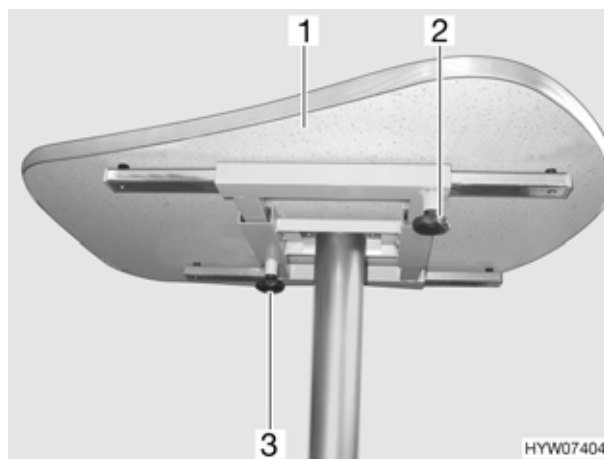

Fig. 70 Tavolo fisso con piede del tavolo ancorato
- Svitare la vite a testa cilindrica zigrinata (Fig. 70,2).
- Spingere il piano del tavolo (Fig. 70,1) nella posizione desiderata.
- Svitare la vite a testa cilindrica zigrinata (Fig. 70,3).